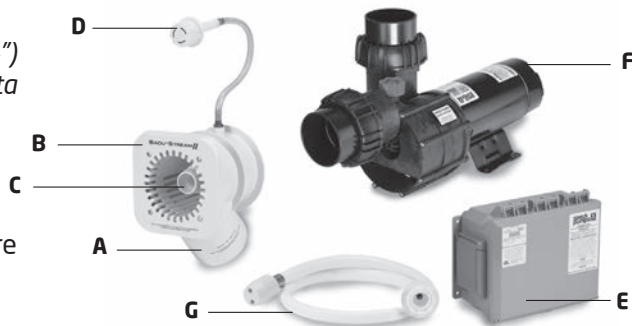

Imagen 1
2. Inspeccionar los contenidos de cada caja y verificar que todas las piezas estén incluidas. (Ver Imagen 1)